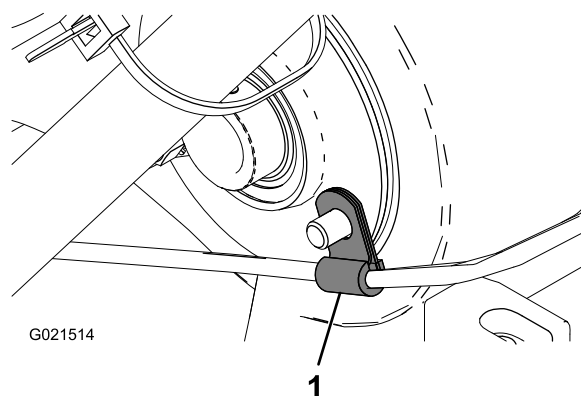

Figura 4
20. Usando el clip del cable de acelerador antiguo, sujete el cable de acelerador nuevo a la parte trasera de la carcasa del diferencial (Figura 4).